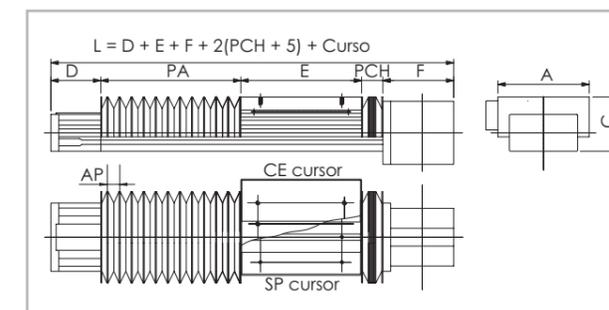

Fig. 49
O comprimento total (L) da unidade linear varia: ver. Fig. 49.